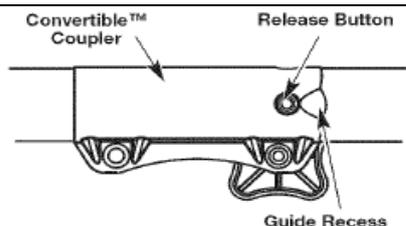

Рис. 3
**ПРИМЕЧАНИЕ:** совмещение кнопки фиксатора с направляющей канавкой позволит значительно упростить процесс установки (Рис. 3)
2. Нажмите и удерживайте кнопку фиксатора (Рис. 3).